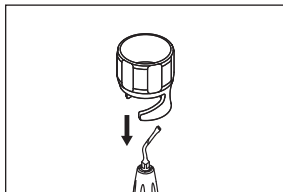

Abb. 2
2) Richten Sie den Drehmomentschlüssel so aus, dass er um die rechteckige Sektion des Aufsatzes greift (Abb. 2).